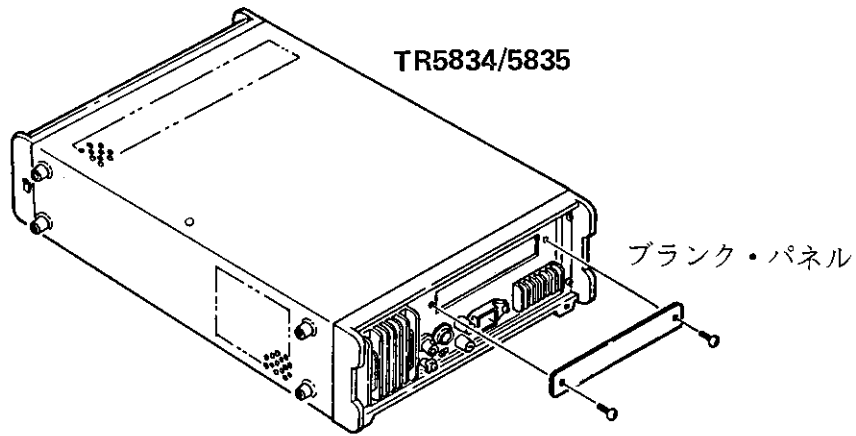

図 7-4 ブランク・パネルの外し方
- ① カウンタ本体のPOWERスイッチをSTBYに設定し、必ず電源ケーブルを本体から外して下さい。
- ② カウンタ本体の背面パネルのブランク・パネルを外します。(図7-4参照)